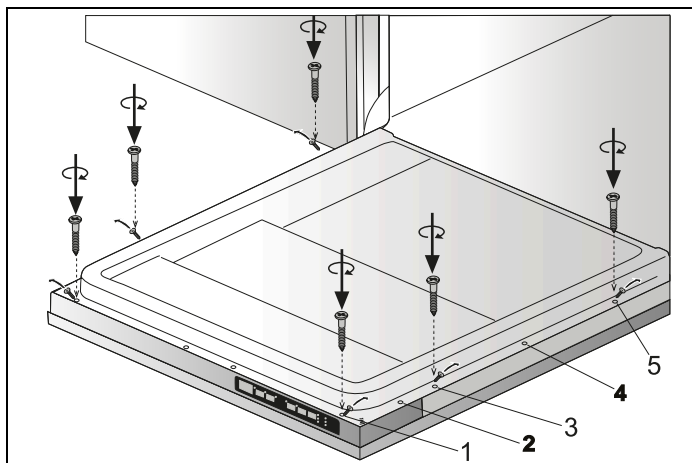

Fig. 30
- 6) Los tornillos situados en la puerta de madera se ajustan al lavavajillas en las descargas situadas en la lámina exterior de la puerta y se montan como se muestra en Fig. 30 .
- 8) Como se muestra en Fig. 30 , se instalan los tornillos Ø 5/32" x 53/32" (Ø4 mm x 42,5 mm) en las posiciones I, III y V.